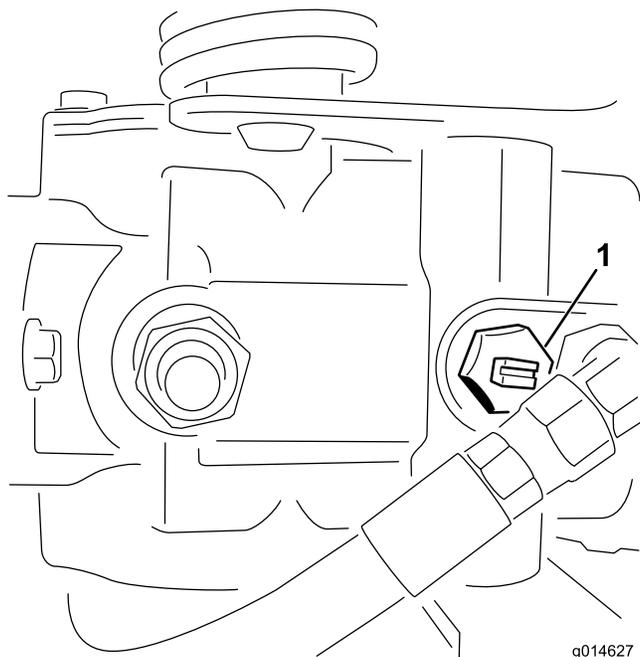

図 39
2. エンジンを始動する時には、必ずバイパスバルブ（図 39）を閉じる（溝が横向きになる）。バルブを開けたままでエンジンを掛けないこと。
1. 油圧ポンプについているバイパスバルブ（図 39）の溝が「縦」になるようにバルブを回転させる。